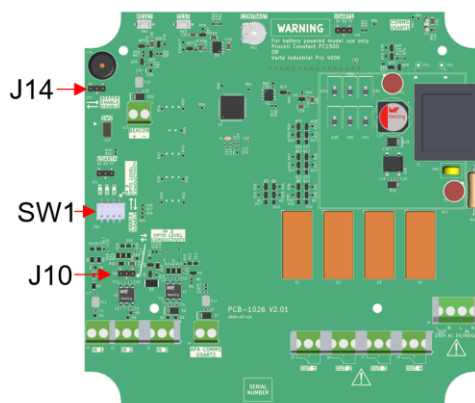

Figura 5: Configuración del puente de conexión y los interruptores DIP
8. Configure el puente J10 y el interruptor DIP 4 en SW1 de acuerdo con el tipo de sonda conectada en la entrada IN 2 (J2). Ver Figura 5.
Las 3 entradas de sondas admiten solo determinados modelos de sonda, indicados a continuación. Consulte en la Figura 5 la configuración de los interruptores DIP para activar o desactivar las sondas utilizadas.